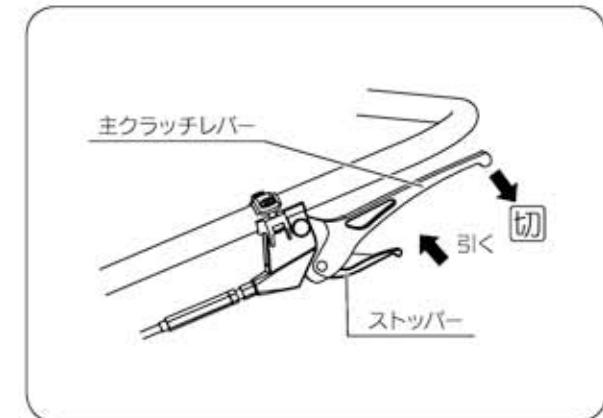

図6
- ③ 主クラッチレバーが【切】位置になっているかを確認してください。 (図6)